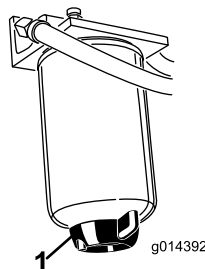

Figure 34
Vidangez chaque jour l'eau ou autres impuretés qui se trouvent dans le séparateur d'eau (Figure 34). Remplacez la cartouche du filtre toutes les 400 heures de fonctionnement.
2. Dévissez le bouchon de vidange en bas de la cartouche du filtre (Figure 34).